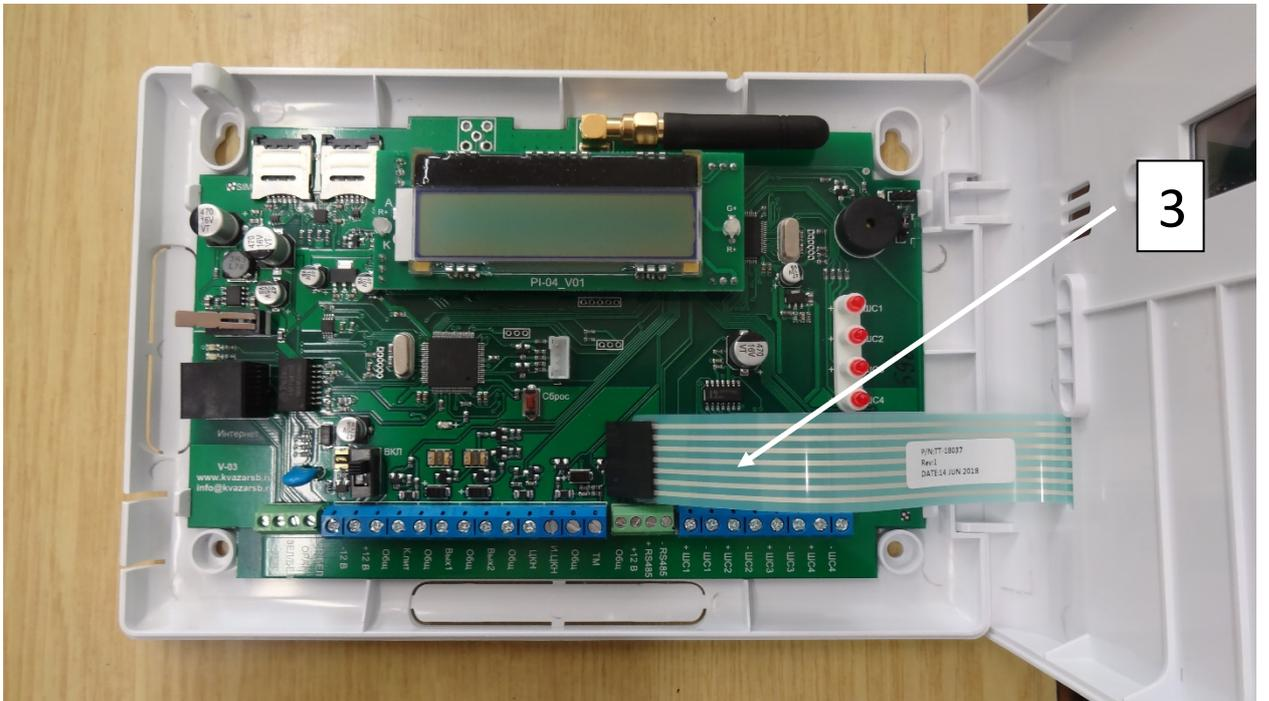

Рис. 2.1.2
4. Не допуская излома кабеля отключить разъем дисплея от основной платы поз 3. (Рис. 2.1.2).